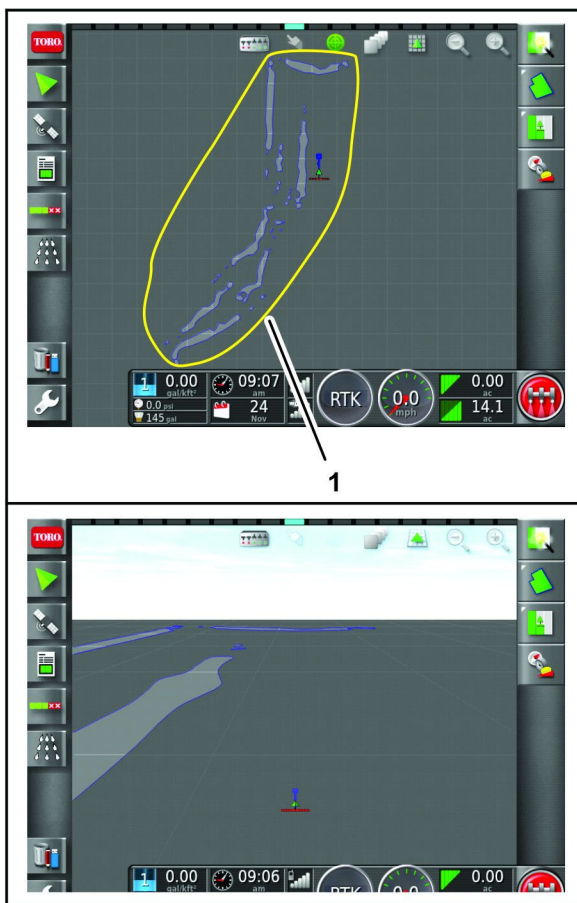

Figura 69
- Otro técnico de fumigación utiliza la máquina N° 2 para mapear perímetros de parcela para los hoyos 10 a 18 (Figura 69).